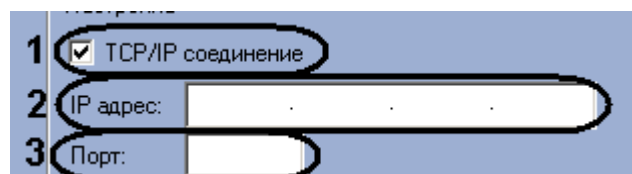

Рис. 3.3-4 Настройка подключения контроллера AAN через протокол Ethernet
- 4.1 Установить флажок **TCP/IP соединение** (Рис. 3.3-4).
- 4.2 В поле **IP адрес:** ввести IP адрес контроллера AAN (см. Рис. 3.3-4, 2).
- 4.3 В поле **Порт:** ввести номер порта контроллера AAN (см. Рис. 3.3-4, 3).